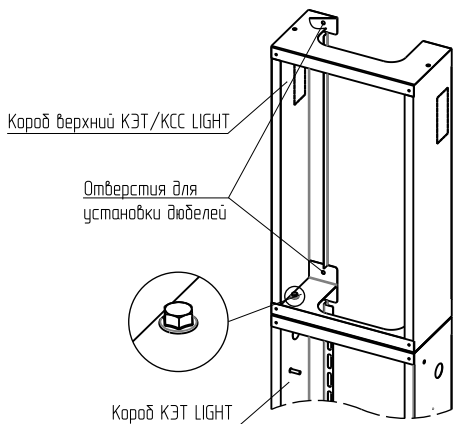

Рисунок 4
4.3.2 Установить короб верхний КЭТ/КСС на короб КЭТ с помощью двух болтов фланцевых М6×14 и гаек М6 с фланцем (рисунок 4). Болтовое соединение согласно приложению А.